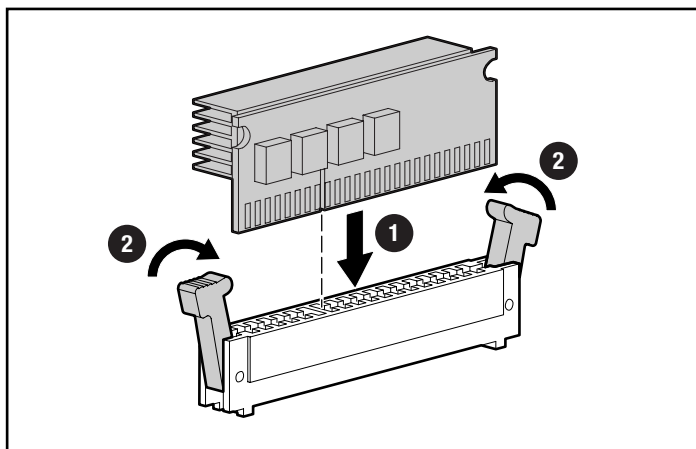

Figure 3-13. Installation d'un PPM
- d. Insérez le PPM dans le connecteur ❶. Reportez-vous à la figure 3-13.
- e. Appuyez fermement sur le PPM et fermez les loquets ❷.